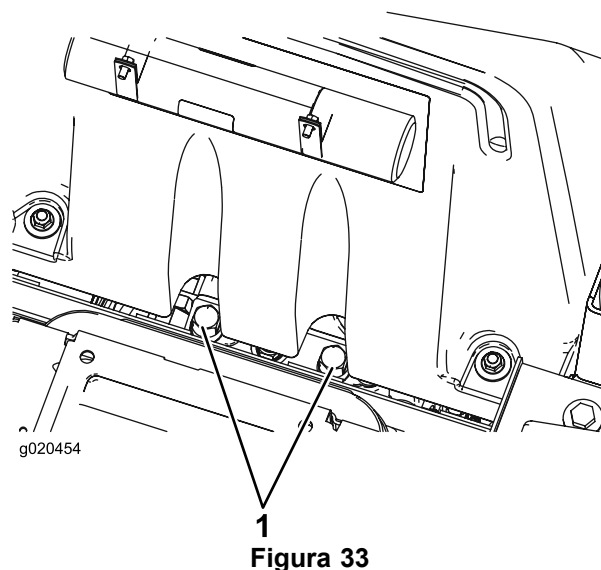

Figura 33
1. Sollevate il sedile. Le valvole di bypass sono posizionate sotto la parte anteriore del serbatoio (Figura 33).